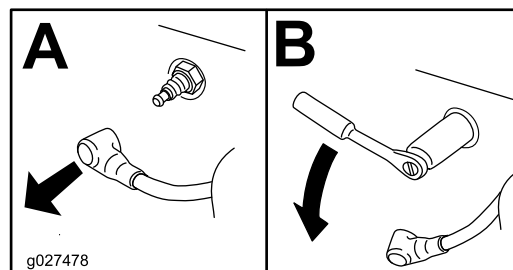

Figura 39
4. Rimuovete la candela (o le candele) come illustrato nella Figura 39.